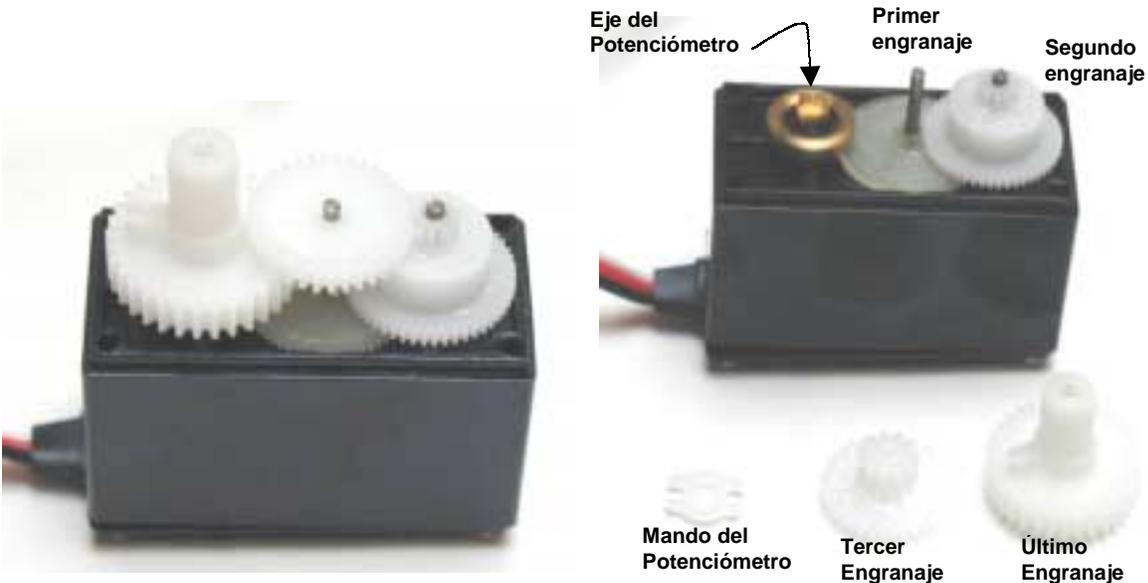

Figura 1.18: (a), Servo sin la cubierta de engranajes y (b), componentes removidos con su identificación.
Los engranajes montados se muestran en la Figura 1.18 (a). La Figura 1.18 (b) muestra los nombres de cada parte con la que trabajará.
- ❑ Quite el último y el tercer engranaje como se muestra en la Figura 1.18 (b).
- ❑ Encuentre y quite el mando del potenciómetro que se muestra en la Figura 1.18 (b). Se encontrará en el eje del potenciómetro o en la base del último engranaje. Esta pieza es el vínculo de la realimentación que debe ser removido para que el servo funcione a lazo abierto.